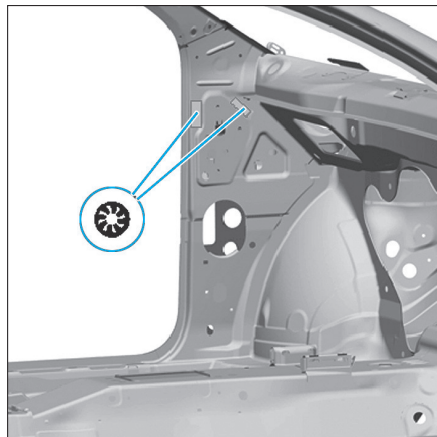

FIG. 54
- Souder le renfort de montant A à la pointeuse électrique et par bouchonnage (Fig.54).